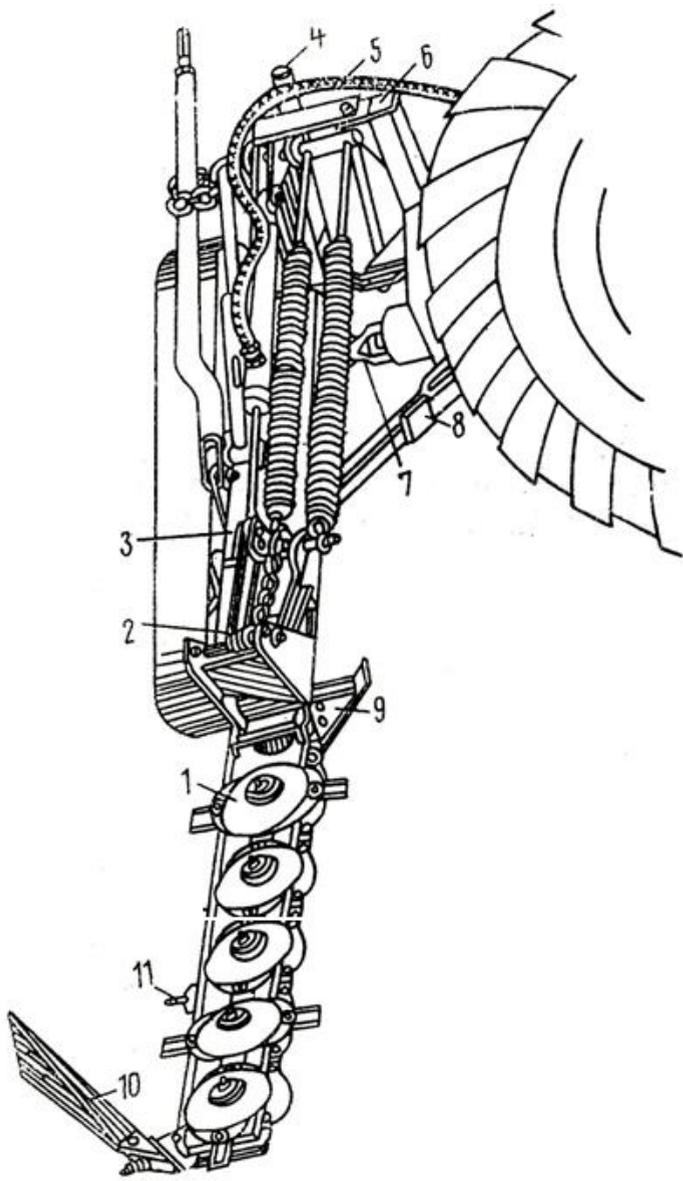

Рис.1 Общий вид косилки
**3.1.** Косилка ротационная (рис.1 и 2) состоит из: